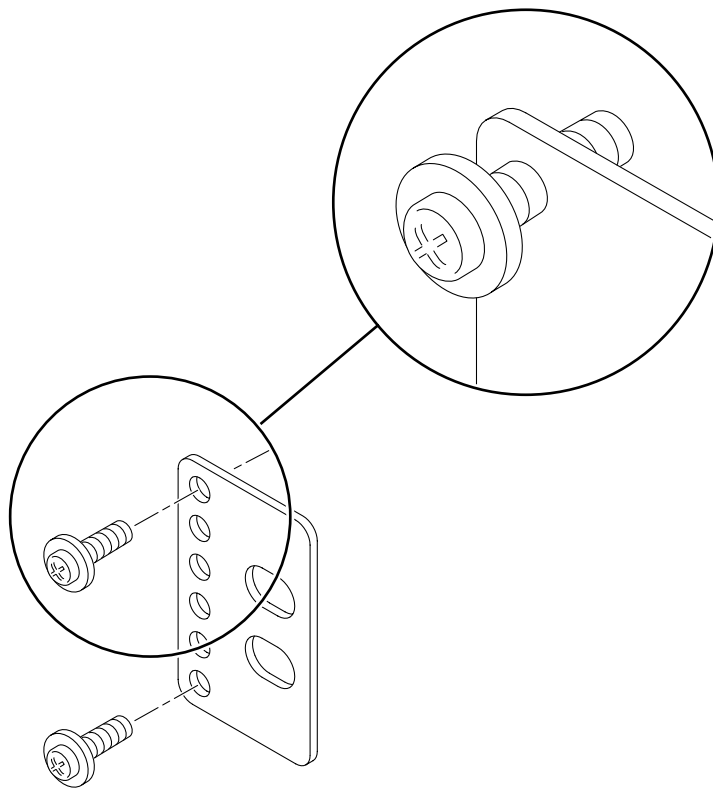

図 3-33 背面プレートのいちばん浅い取り付け位置へのねじの取り付け
- a. 各背面プレートに M3×8 SEM ねじを 2 本ずつ使用して、背面プレートの 3 つの取り付け位置のいずれかにねじを緩く取り付けます (図 3-33 を参照)。
取り付ける穴は、ラックポストの太さによって異なります。たとえば、図 3-33 では、背面プレートのいちばん浅い取り付け位置にねじを取り付けています。